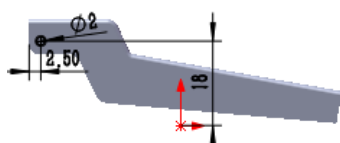

图 16.5.33 横断面草图
② 定义横断面草图。在草图环境中绘制图 16.5.33 所示的横断面草图。
(3) 定义切除深度属性。在“切除—拉伸”对话框 **方向1** 区域的下拉列表中选择 **完全贯穿** 选项。
(4) 单击对话框中的  按钮, 完成切除—拉伸 2 的创建。